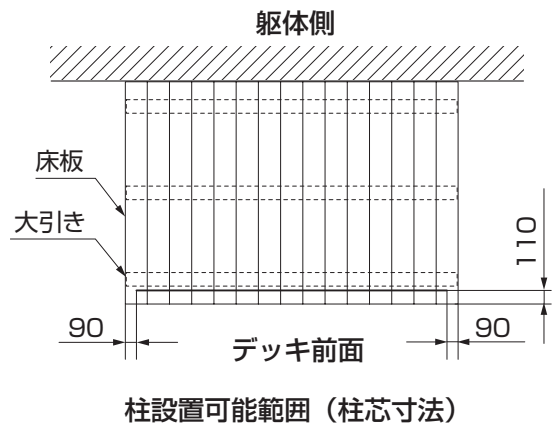
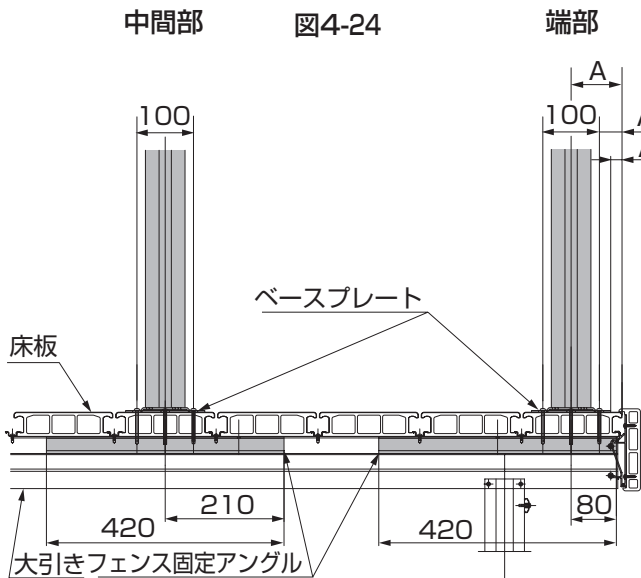
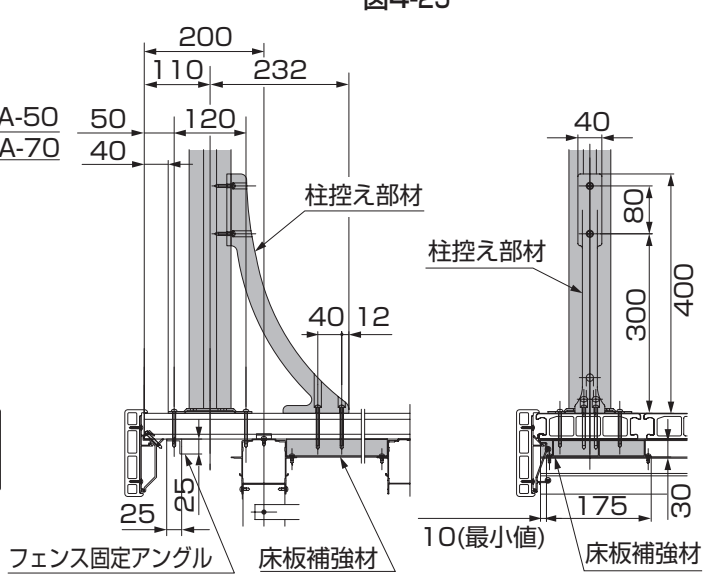

図4-25
図4-26
図4-27
- デッキの中間部に立てる場合、端部に立てる場合には図4-24、図4-25、図4-26、図4-27を参照して取付けてください。
- 図4-26のA寸法値の最小値は90mmです。
- 図4-26のA寸法値の最大値は、フェンス固定アングルに手が届く約400mmの範囲内で自由に設定することができます。
②柱と柱控え部材を取付けるネジ位置をマーキングしてください。
③マーキングした床板にφ5.5の下孔をあけてください。(※1)
④ベースプレートを【7-2】で、床板の下の大引きまで3ヶ所取付けてください。
⑤デッキ前面の中心の下孔とフェンス固定アングルの孔を合わせて、ベースプレートを【7-3】で取付けてください。(※2)
⑥【7-2】で、床板の下にフェンス固定アングルをあてて2ヶ所取付けてください。
⑦柱控え部材を【6-2】で、床板の下の床板補強材に固定してください。
⑧柱に柱控え部材を【6-1】で、固定してください。
(2) 正面大引き固定の場合